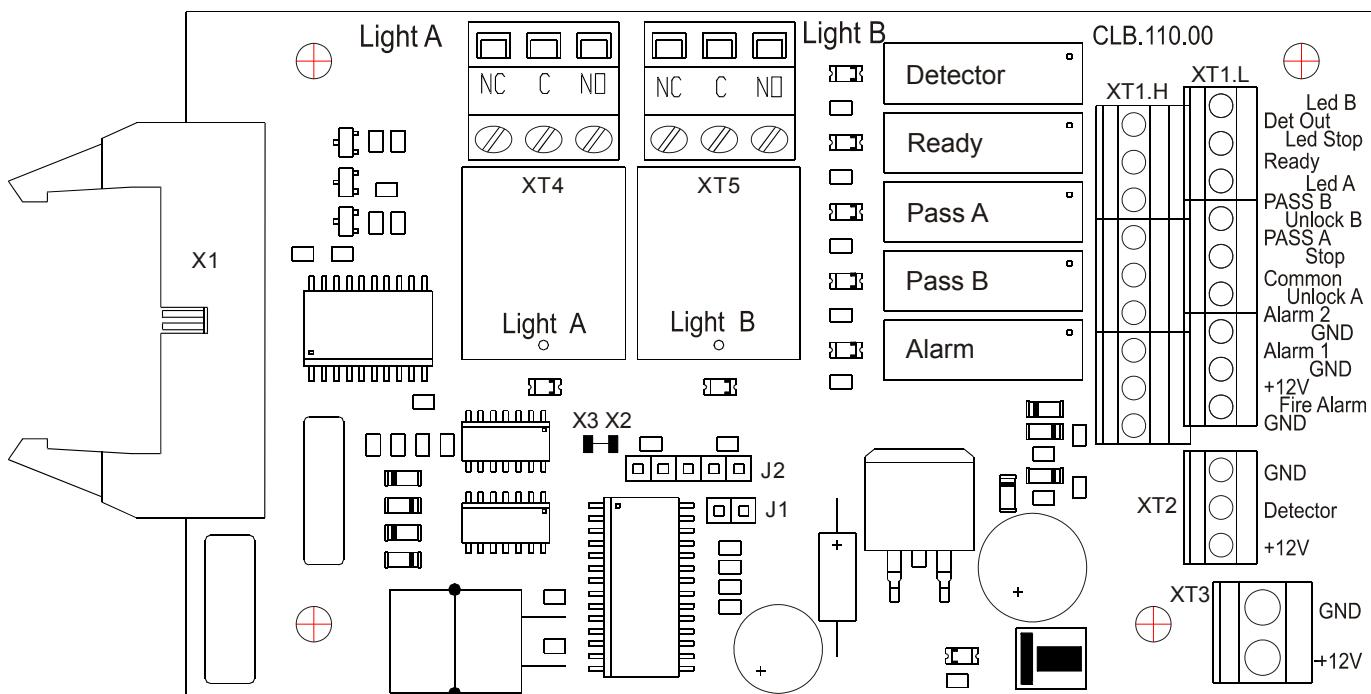

Рисунок 2 – Внешний вид платы CLB
Изменить ориентацию пульта управления относительно установки турникета (если по месту установки турникет обращен к оператору не лицевой, а тыльной стороной) можно, поменяв местами провода от пульта управления, подключаемые на контакты Unlock A и Unlock B, а так же Led A и Led B соответственно (см. рис. 2 и 3).
5.2.5 На плате CLB (см. рисунок 2) расположены:
5.4.3 Реле PASS A (контакты PASS A и Common), PASS B (контакты PASS B и Common), Ready (контакты Ready и Common), Detector (контакты Det Out и Common) и Alarm (контакты Alarm 1 и Alarm 2) имеют нормально-разомкнутые контакты. При этом общий для этих реле контакт Common не соединён с минусом источника питания турникета. В исходном (неактивном) состоянии при включенном питании контакты реле PASS A, PASS B, Ready и Detector замкнуты (на обмотку реле подано напряжение), а контакты реле Alarm разомкнуты (напряжение на обмотку реле не подано). Факт срабатывания/отпускания реле PASS A, PASS B, Ready, Detector и Alarm можно определить по загоранию/гашению красных индикаторов, которые установлены вблизи указанных реле (см. рисунок 2). Выходные каскады для PASS A, PASS B, Ready, Det Out и Alarm – контакты реле (см. рисунок 6)